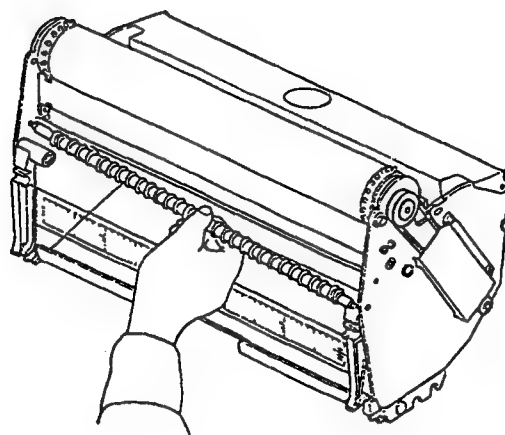

図6.13
- (4) 記録紙おさえローラをはずします。ローラの左側にスプリング機構が組み込まれていますので, ローラを左側に押し付けて取りはずしてください (図6.13)。
- (7) ユニット両端のスプロケットにチャート穴を合せチャートおさえローラのスプリング部を左側にして元の位置に取り付けます (図6.13参照)。